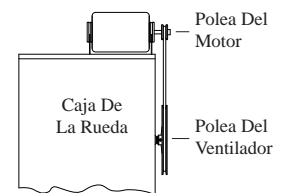

Fig. 3
- **Instalar la polea del motor.** Instale la polea ajustable del motor para que quede alineada con la polea del ventilador (véase fig. 3) y apriete el tornillo de presión. Vea la página 14 para instrucciones de ajustar la polea.